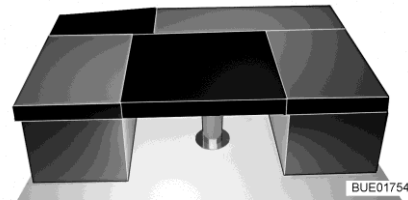

Fig. 156 Après la transformation
- Poser le coussin supplémentaire rectangulaire sur la table (entre les coussins d'assise des banquettes, voir Fig. 156).